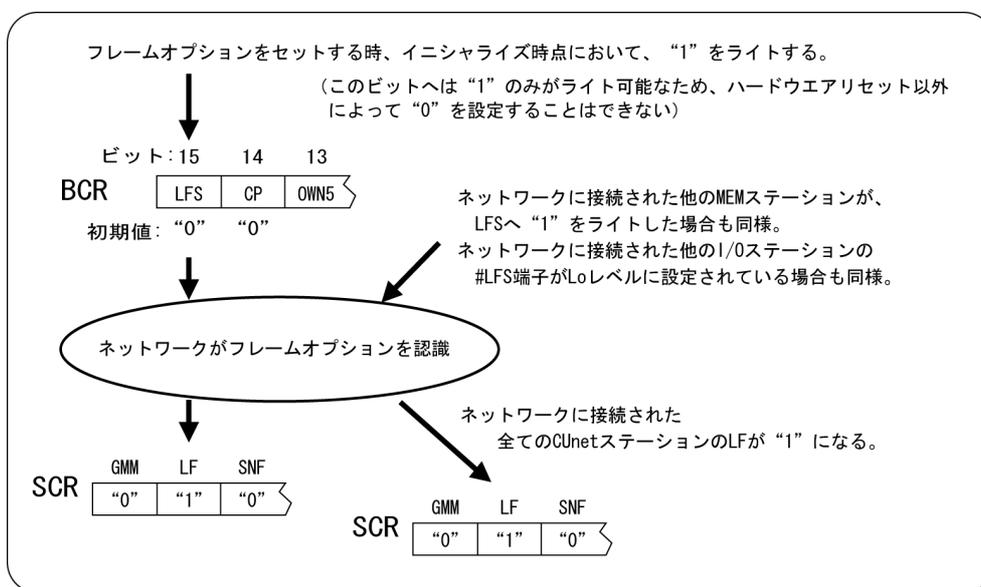

図4.40 フレームオプションの設定
フレームオプションの設定は、“4.1.3 コミュニケーション起動前の設定（イニシャライズ）から起動まで”に記述された操作の②－（3）の時点において、BCR（Basic Control Register）のビット 15（LFS：Long Frame Select）へ“1”をライトしてください（図 4.40 参照）。